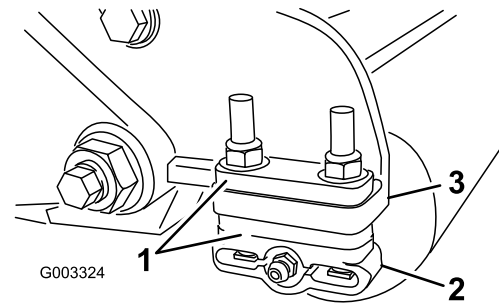

Figura 20
1. Ajuste os suportes do rolo traseiro (Figura 20) na altura desejada do limite de corte posicionando a quantidade necessária de espaçadores por baixo da flange de montagem da placa lateral (Figura 20) de acordo com o quadro de altura de corte.